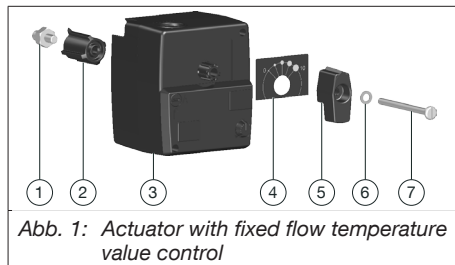
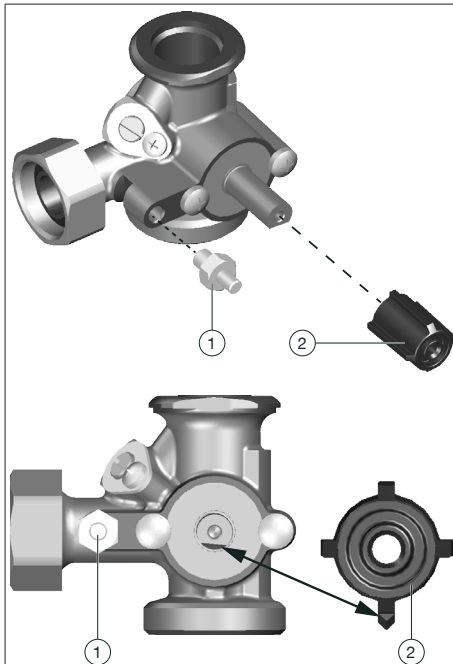

Abb. 1: Actuator with fixed flow temperature value control
Abb. 3: Alignment
The flat surface of the spindle has to point downwards and has to be aligned horizontally (see Abb. 3 auf Seite 21).
2. Fit the enclosed adapter (position 2 in Abb. 1 auf Seite 19) to the spindle of the mixing valve.
Make sure that the pointed prong of the adapter points downwards (see Abb. 3 auf Seite 21).
3. Firmly screw the locking device (position 1 in Abb. 1 auf Seite 19) to the mixing valve body (see Abb. 3 auf Seite 21).